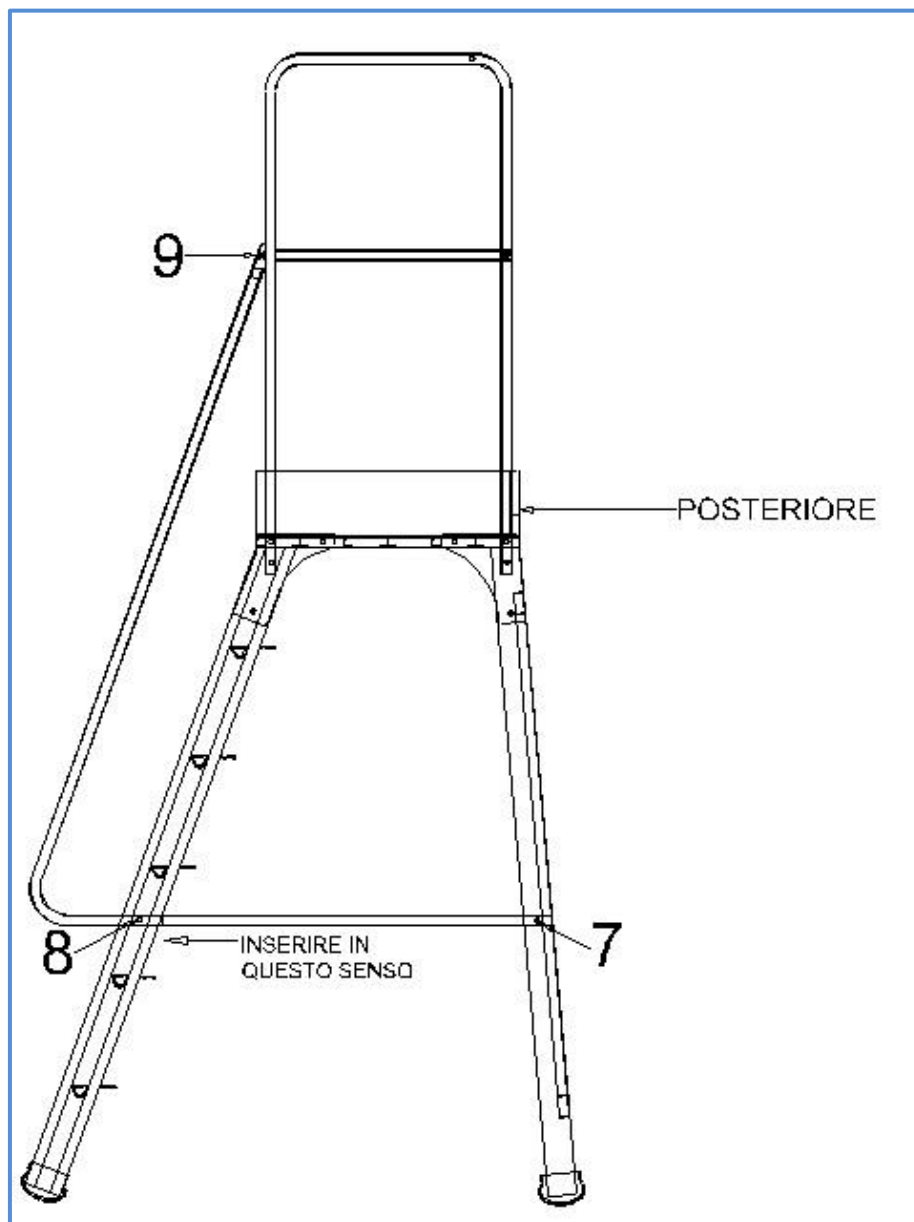

FIGURA 8
FASE 8: INSERIRE I COLLEGAMENTI CORRIMANO RAMPA DI SALITA - POSTERIORE SCALA COME INDICATO IN FIGURA 8. INSERIRE IL TUBO DI COLLEGAMENTO CON IL CORRIMANO RAMPA DI SALITA NELLA DIREZIONE INDICATA DALLA FIGURA. INSERIRE IN CORRISPONDENZA DEI FORI SEGNALATI CON FRECCIA (7), VITE BOMBATA M 8X35, E STRINGERE A FONDO. INSERIRE, QUINDI, IN CORRISPONDENZA DEI FORI INDICATI DALLA FRECCIA (8), VITE BOMBATA M 8X35 E STRINGERE A FONDO. STRINGERE A FONDO LA VITE POSTA PRECEDENTEMENTE IN CORRISPONDENZA DEL PUNTO INDICATO CON FRECCIA (9).